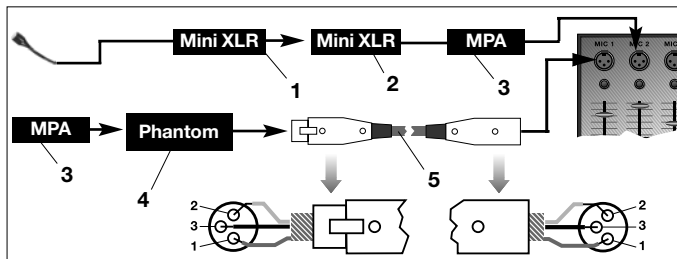

Fig. 4: Schema di collegamento con MPA III L
Vedi fig. 4.
Vedi fig. 4. 4. **Se il vostro mixer non è dotato di alimentazione phantom**, inserite l'MPA III L (3) in un alimentatore phantom AKG opzionale (4) (N 62 E, N 66 E, B 18, B 15) e collegate l'alimentatore phantom (4) servendovi di un cavo XLR (5) (p.e. AKG MK 9/10 – non in dotazione) ad un ingresso simmetrico.